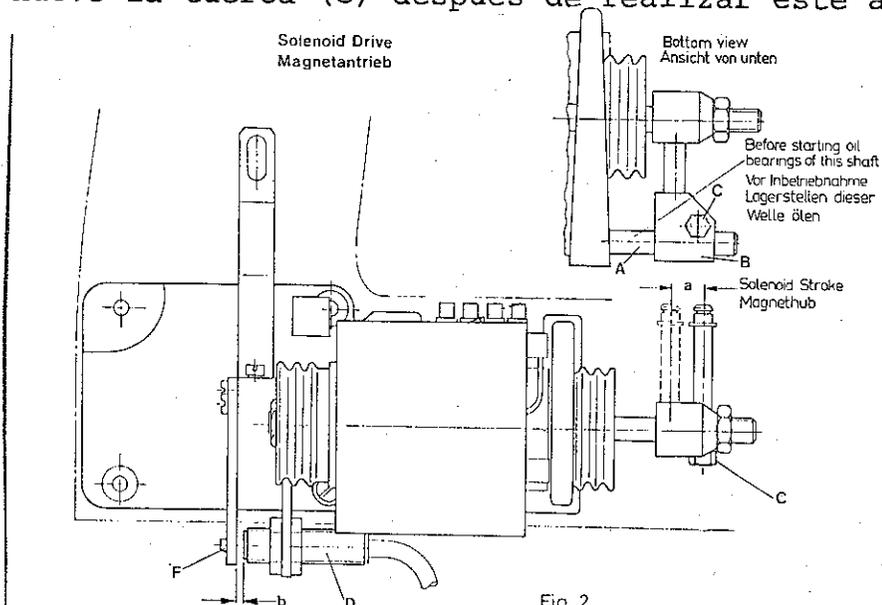

Fig. 2
Aflojar la tuerca (C, Fig. 2) y mover segun se requiera la parte superior (B) del eje (A). Para conseguir la dimensi3n deseada 'A' (Fig. 2) de acuerdo con la tabla siguiente:
La dimensión "b" (Fig. 2) se ajusta cuando el motor esta conectado, segun parrafo 12.